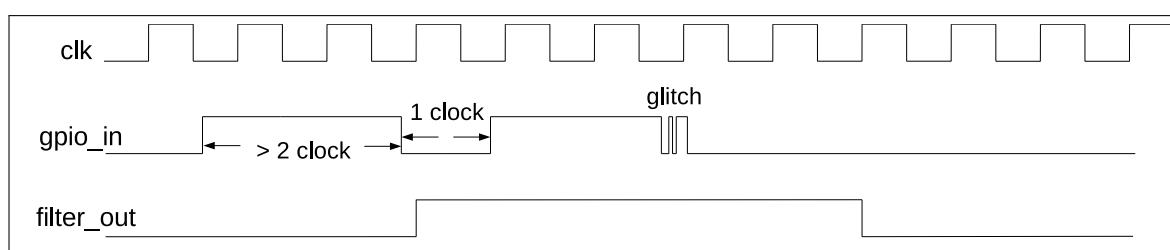

图 5-3. GPIO 输入信号滤波时序图
- 置位寄存器 `IO_MUX_FILTER_EN` 使能 pad 输入信号滤波，如图 5-3 所示。只有当输入信号的有效宽度大于两个时钟周期时，输入信号才会被采样。否则，输入信号将会被滤掉。